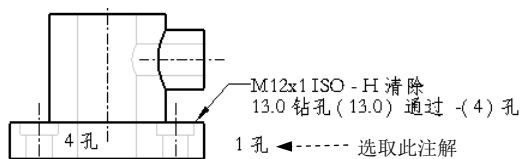
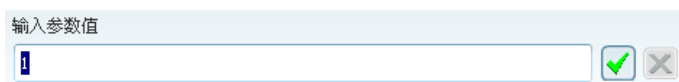

图 5.3.23 选取注解
图 5.3.24 “输入参数值”文本框
- 如果在 Step3 中选取图 5.3.23 所示的注解，右击选择 **编辑值** 命令后，系统在信息提示区显示图 5.3.24 所示的“输入参数值”文本框，在其中的文本栏输入值后单击 **✓** 按钮，则视图中注解的值显示为被改变。
说明：图 5.3.23 所示的工程图文件位于 D:\creo3.7\work\ch05.03.04 中，文件名为 base_drw_04.drw，供读者参考。